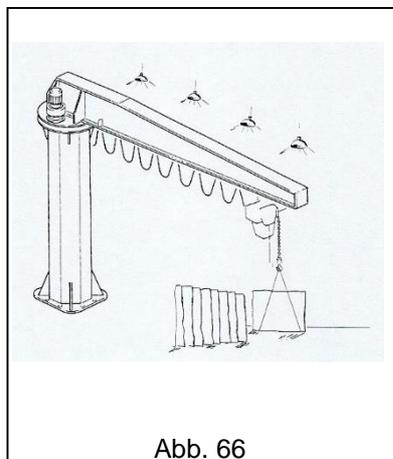

Abb. 66
- **STETS** für optimale Beleuchtung des Arbeitsbereichs und gute Sichtbarkeit der Last sorgen (Abb. 66).